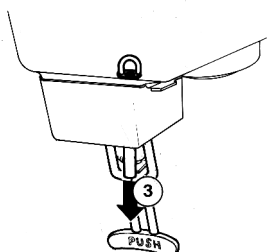

figura 11
- 3 - Tirare (3) lievemente verso il basso l'estremità del gommino rubinetto fino ad assestarlo completamente (vedere figura 11).